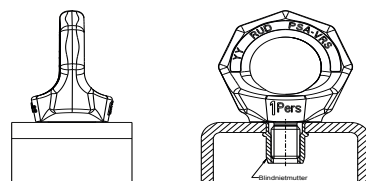

Abb. 1: Blindnietmutter
6. Die Befestigung in Profilstählen oder Hohlprofilen ist mittels einer Blindnietmutter Typ Rivkle in Stahl oder Edelstahl möglich. Beachten Sie hierbei die Montagehinweise des Herstellers. Bei einer Befestigung mittels **Rivkle-Blindnietmutter** verwenden Sie bitte den **Typ 343 66 120** mit kleinem Senkkopf (siehe *Abb. 1*).